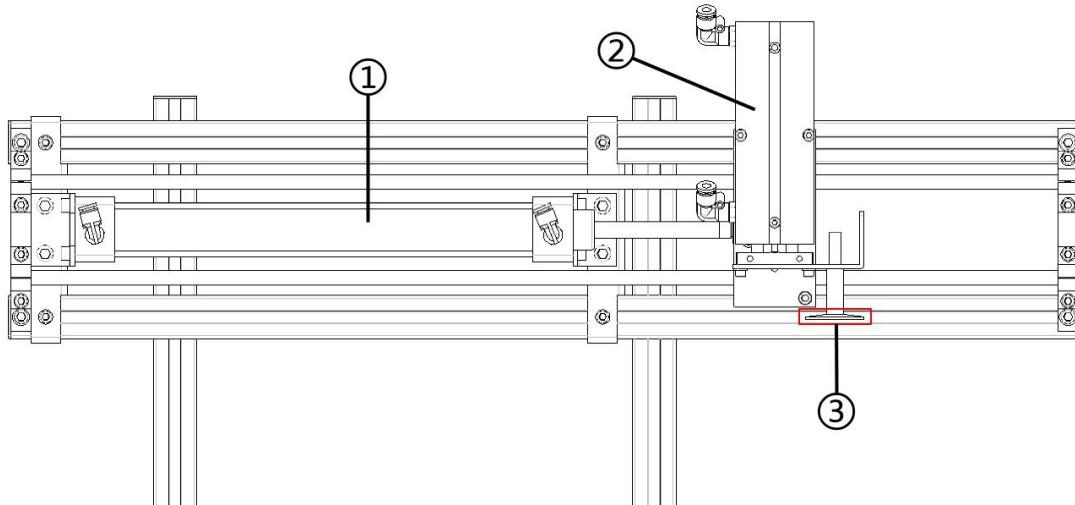

图 1.4 一号台—捡取物料机构示意图
一号台捡取物料机构如下图 1.4 所示，其中①②是两个双向气缸，③为单向气缸。①气缸可以驱动气缸末端连接的机构横向运动，而②气缸则可以驱动气缸末端连接的机构纵向运动，③号标识位置是由气缸控制的吸盘，将气缸打开的时候产生吸力将物体与吸盘紧紧吸住。